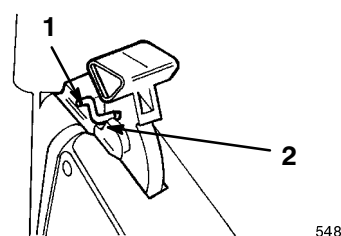

Figure 18
4. Tirez la poignée en arrière jusqu'à ce que le verrou s'engage dans le cran du verrou du volet du sac (Fig. 18).
Remarque : Dans la Figure 18, la grille de protection n'est pas montrée pour plus de clarté.